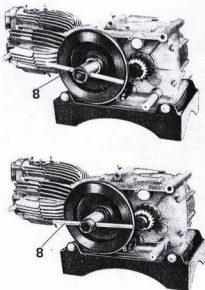
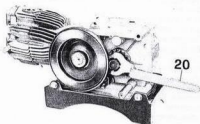

Abb. 9
Abb. 10
Das Öl wird abgelassen, nachdem Einlaßstopfen (A) und Auslaßstopfen (B) herausgeschraubt wurden (s. Abb. 69). Zu entfernen sind der innere Filter, der äußere Filter und die Feder (s. Abb. 67). Mittels des Zweifachschlüssels Nr. 25908100 (8 aus Abb. 9) zum Lösen der Nutmutter und der Mutter sowie zum Abziehen der Schwungscheibe ist diese von der Kurbelwelle abzunehmen. Mit dem Schlüssel Nr. 10902700 (20 aus Abb. 10) ist der Klauenring zu lösen.